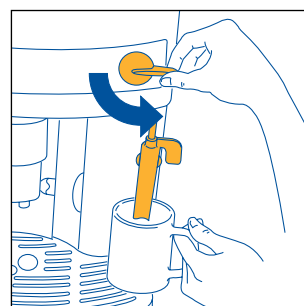
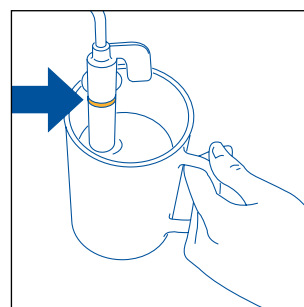

Fig.23
Fig.24
- Dompel het cappuccinomondstuk onder in het recipiënt met melk (fig. 23) en let erop dat de reliëfstreep op het cappuccinomondstuk zelf niet onder de melk komt te staan (aangegeven met de pijl in fig. 24). Draai de stoomknop een halve toer tegen de wijzers van de klok in. (Let erop u niet te verbranden). Uit het cappuccinomondstuk komt stoom dat het volume van de melk doet toenemen en de melk romiger doet worden. Om een romiger crème te bekomen, het cappuccinomondstuk onderdompelen in de melk en langzame draaibewegingen maken van onder naar boven met het recipiënt. (Het is raadzaam niet langer dan 2 minuten na elkaar stoom af te geven).